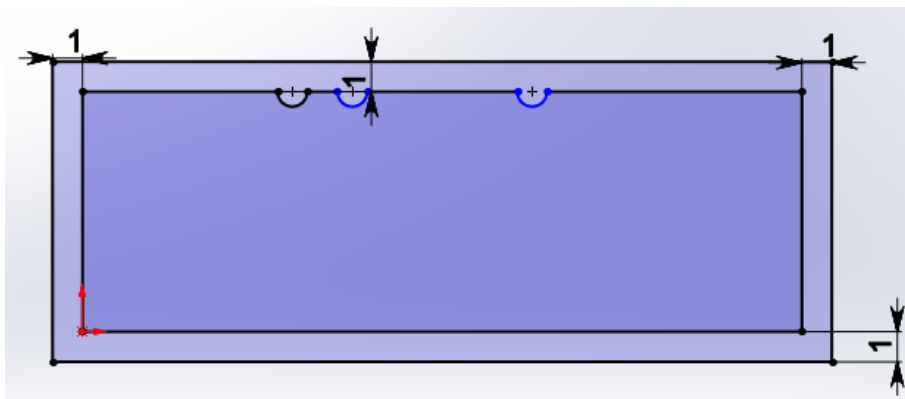

Рис. 6. Построение эскиза
7. Для создания нового эскиза снова понадобится вид **Справа**. Используя исходную схему, строим эскиз согласно рис. 6.